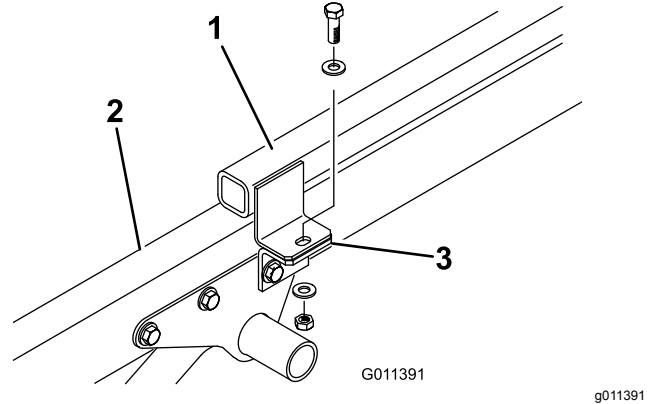

図 6
3. 各アタッチメントブラケットをヒッチフレームのタブに固定しているキャップスクリュー2本、平ワッシャ、ロックナットを外す 図 6。